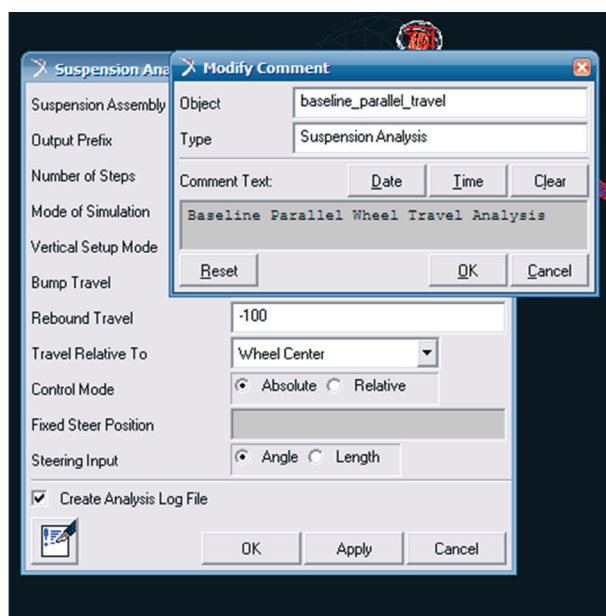

Figura 4.142 – Adicionando comentário à simulação.
- No campo *Comment Text*, insira o texto: *Baseline Parallel Wheel Travel Analysis*, o qual indica que o teste está sendo realizada com a suspensão padrão (*Baseline*), conforme ilustra a Figura 4.142.